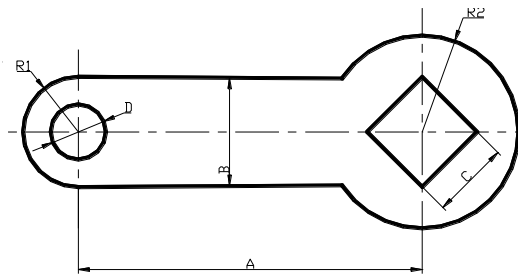

Рис. 4. Область рішення задачі
9. Визначити спектр власних частот елемента конструкції зображеної на рис. 4. Розміри елемента: $A = 100$ мм, $B = 50$ мм, $D = 20$ мм, $R_2 = 60$ мм. Отвори елемента радіусом $R_1 = 60$ мм, жорстко закріплені. До внутрішньої поверхні квадрату розміром $c = 20$ мм прикладений тиск 1 кПа. Зовнішні поверхні елемента мають температуру 250 °С.